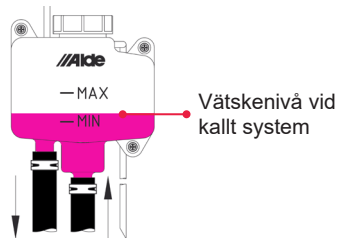

Fig.19, Expansionskärlet
Glykolsystemet fylls på manuellt i expansionskärlet. Vid manuell fyllning, håll långsamt glykolblandningen i expansionskärlet. Nivån ska ligga ca 1 cm över MIN-strecket (Fig. 19) vid kallt värmesystem.
5. Kontrollera vätskenivån i expansionskärlet. Fyll på om nivån sjunkit vid luftning. Vätskenivån i expansionskärlet ska ligga 1 cm över MIN-strecket (Fig. 19, sid 18) vid kallt värmesystem.